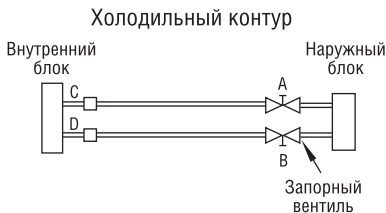

Рис. 22
1. Плотно затяните накидные гайки A, B, C и D (рис. 22). Подключите заправочный шланг манометрического коллектора к запорному вентилю низкого давления (газовая труба).